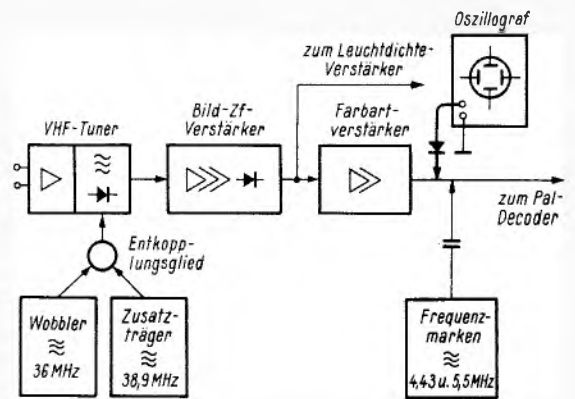

Bild 114. Meßanordnung bei Kontrolle der Gesamtdurchlaßkurve Bild-Zf-Verstärker - Farbarteverstärker
- b. Am gleichen Punkt über einen Entkopplungswiederstand einen Zusatzträger von 38,9 MHz einspeisen (Bild 114).